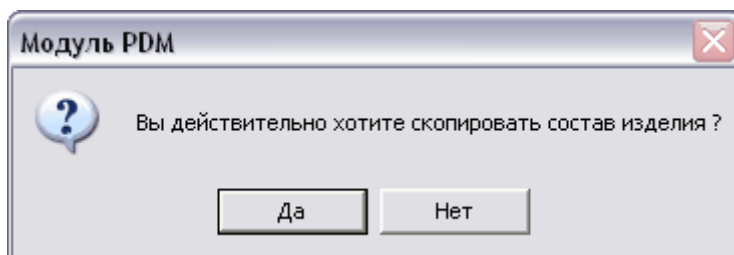

Рис. 46
3. Подтвердите намерение скопировать состав (Рис. 46).